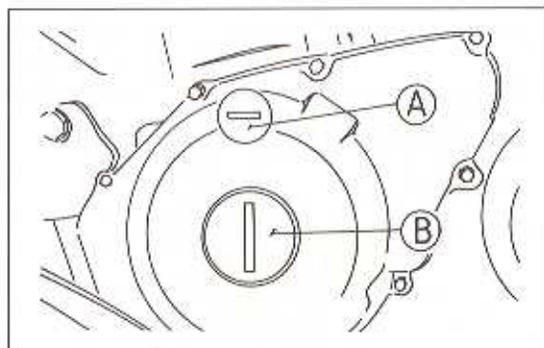

Bild 20
- Die Verschlusskappen vom Lichtmaschinen- deckel abschrauben (Bild 20).